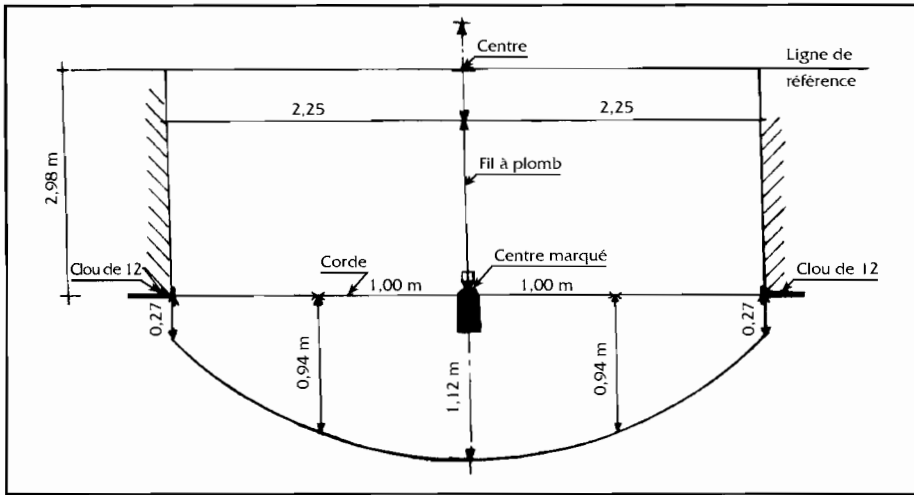

Figure 7 :
5.18 / Monter un mur provisoire de 2 briques d'épaisseur (croisées) avec peu de mortier jusqu'au centre du dôme de la cuve (repéré au fil à plomb). FIG.7. Placer un clou de plus de 10 cm (et à l'envers) dans le mortier entre les deux dernières briques.